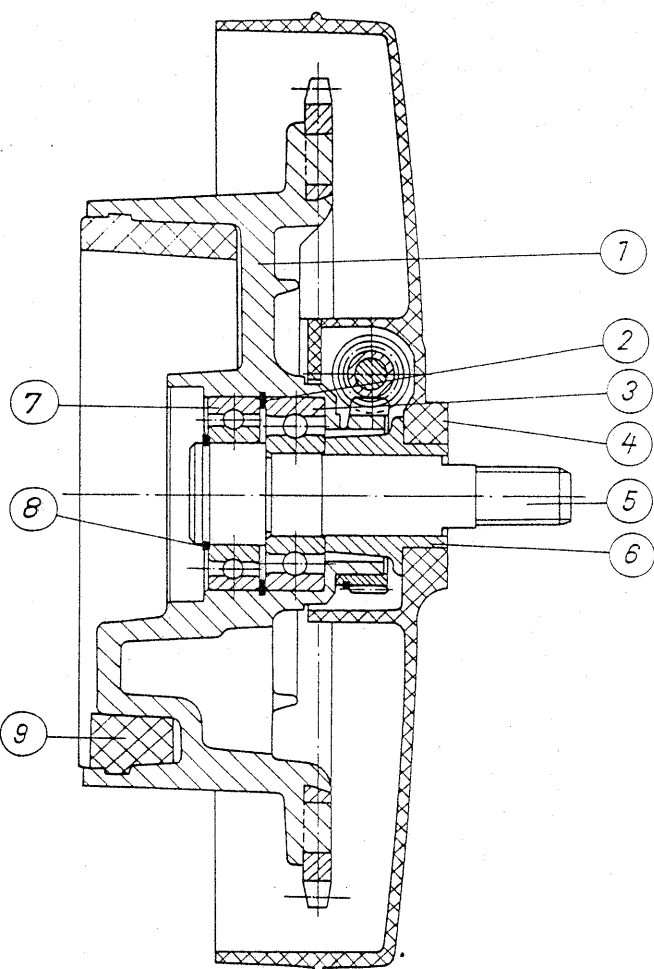

Fig. 36. Propulsion arrière du type ETZ 251
- (1) Corps amorceur
- (2) Bague de retenue 42
- (3) Palier 6004
- (4) Recouvrement de chaîne
- (5) Boulon à bride
- (6) Douille
- (7) Tampon-caoutchouc d'amortissement
– ETZ 251 (fig. 36):